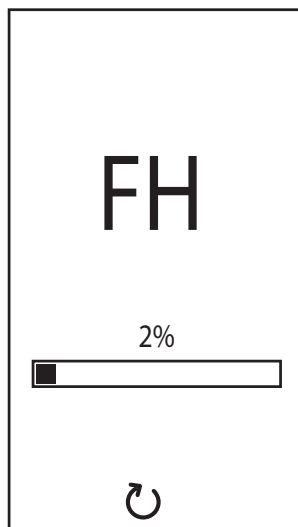

fig. 8- Purge avec ventilateur activé
- Pendant les 20 secondes qui suivent, l'afficheur indique **FH**, à savoir le cycle de purge de l'air du circuit de chauffage avec le ventilateur en marche (fig. 8).